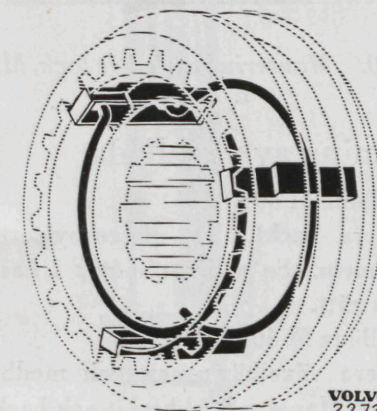

Bild 27. Hopsättning av synkronisering.
3. Montera fjäderringar, medbringare och kopplingshylsa för 1:ans synkronisering på huvudaxeln. Montera fjäderringarna rätt, se bild 27. Montera distanshylsa och tryckbricka.
6. Montera tryckbricka, 2:ans kugghjul och synkroniseringskona på axeln. Sätt samman 2:ans och 3:ans synkronisering. Montera fjäderringarna rätt, se bild 27. Montera där-
3. Montera detaljerna för 1:ans och 2:ans synkronisering på huvudaxeln. Montera fjäder-ringarna rätt, se bild 27.
6. Montera tryckbricka, 3:ans kugghjul och synkroniseringskona på axeln. Sätt samman 3:ans och 4:ans synkronisering. Montera fjäderringarna rätt, se bild 27. Montera därefter synkroniseringen på huvudaxeln. Prova ut en låsring av rätt tjocklek och montera den.